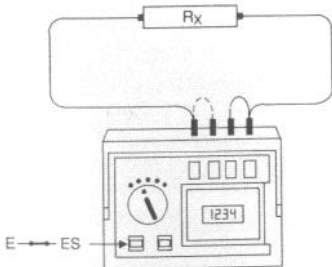

Bild 12: Messung von ohmschen Widerständen nach dem Zweileiterverfahren
Den Schalter E/ES (6) müssen Sie in die Stellung „geschlossen“ bringen (Taster in gedrückter Stellung). Die Zuleitungswiderstände werden in dieser Schaltung (Bild 12) mitgemessen.